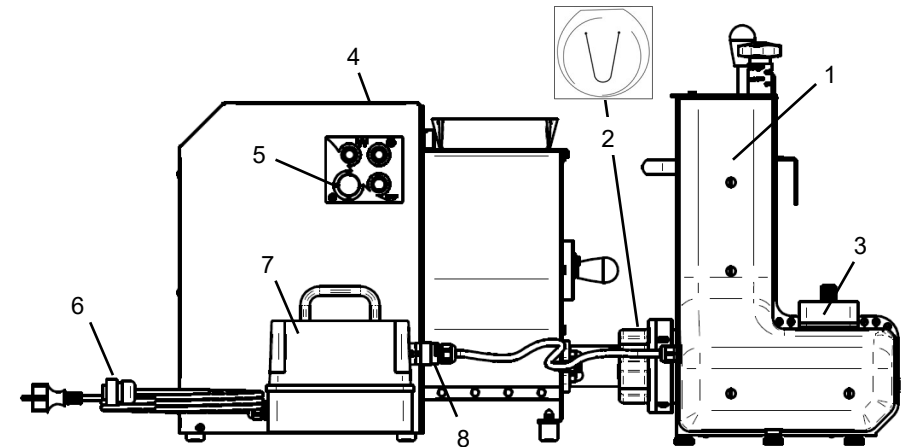

Fig. 5.1.1
6.2 - Configurazione del sistema (Fig. 5.1.1 - 5.1.2)
5.1 - Verifica del corretto collegamento elettrico (Fig. 5.1.1 - 5.1.2)
La raviolatrice è provvista di un particolare connettore che va collegato alla macchina trafileatrice (Fig. 5.1.1 - 5.1.2 rif.8)